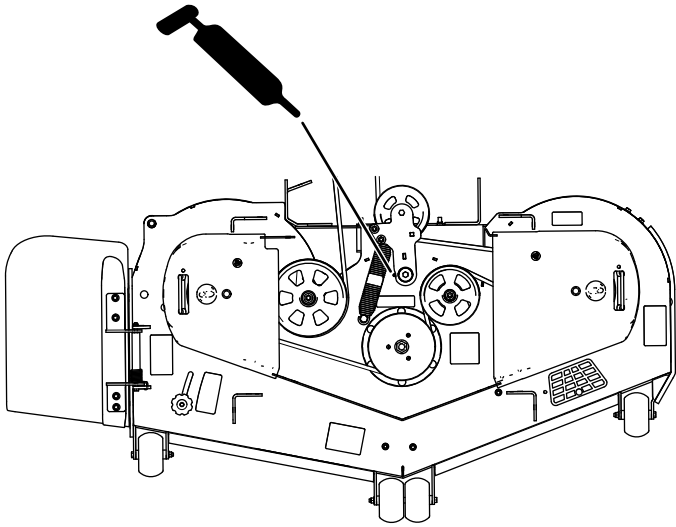
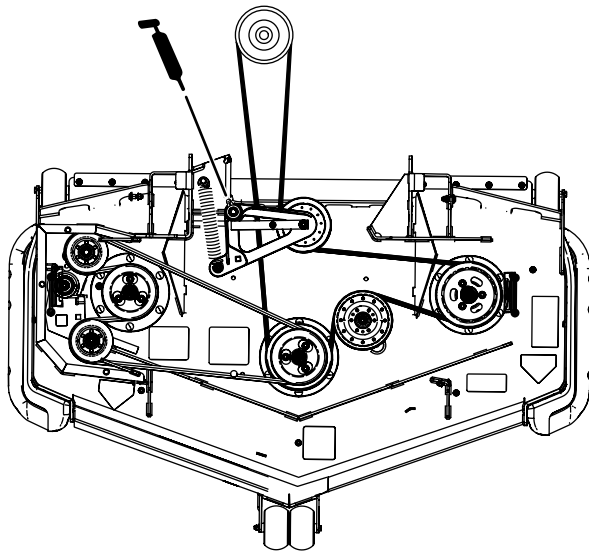

Figure 45
Figure 46
3. Graissez le pivot de la poulie de tension du tablier de coupe jusqu'à ce que la graisse ressorte par le bas (Figure 45 ou Figure 46).